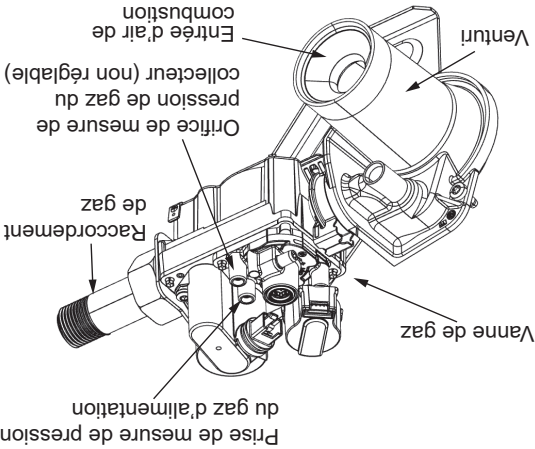
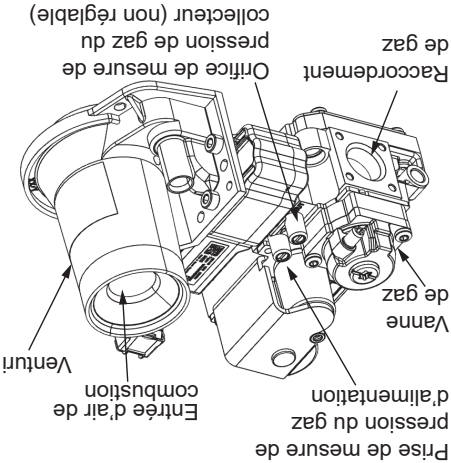

Figure 8. PX52 60 gallons - Vanne de gaz
Figure 9. VK 100 gallons - Raccordement de la conduite d'arrivée de gaz
•	Deux prises de mesure de pression sont disponibles sur la vanne de gaz du chauffe-eau; voir Figure 8 et Figure 9 (page 12). Chaque prise de mesure comporte un robinet à pointeau qui peut être ouvert/fermé à l'aide d'un petit tournevis à tête plate pour les modèles de 100 gallons et d'un Torx T10 pour les modèles de 60 et 119 gallons. Tourner le robinet à pointeau dans le sens inverse des aiguilles d'une montre pour ouvrir la prise de mesure et dans le sens des aiguilles d'une montre pour la fermer.